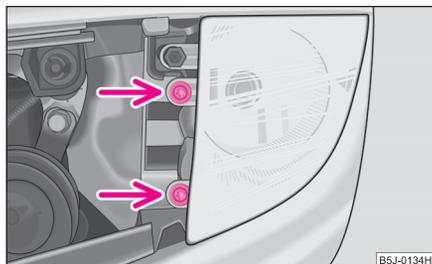

Abb. 187 Ausbau der Glühlampe des Nebelscheinwerfers
- Die Schrauben ⇒ Abb. 187 herausdrehen und den Nebelscheinwerfer herausnehmen.
- Drehen Sie die Schrauben ein ⇒ Abb. 187 und setzen Sie das Gitter wieder ein ⇒ Seite 207. ■